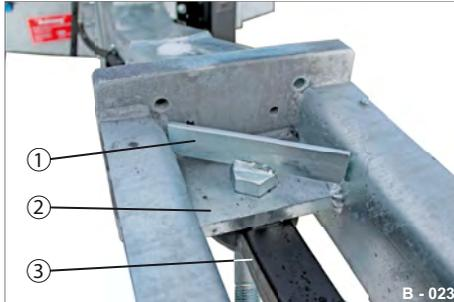
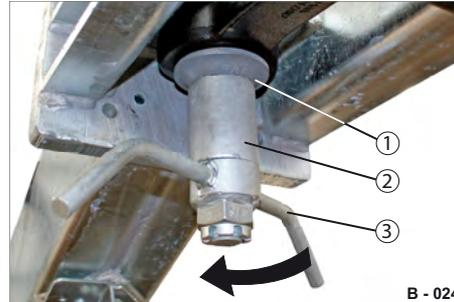

Abb. 32 Zugöse D50 unten angeschlagen
Abb. 33 Zugöse D50 unten sichern
► Stecken Sie die Befestigungsschraube (Abb. 32/1) von oben durch die Halterung (Abb. 32/2) und die Zugöse (Abb. 32/3).
► Stecken Sie die Scheibenauflage (Abb. 33/1), den Abstandshalter (Abb. 33/2) von unten auf die Befestigungsschraube an die Zugöse (Abb. 32/3).
► Schrauben Sie die Flügelmutter (Abb. 33/3) auf die Befestigungsschraube auf.